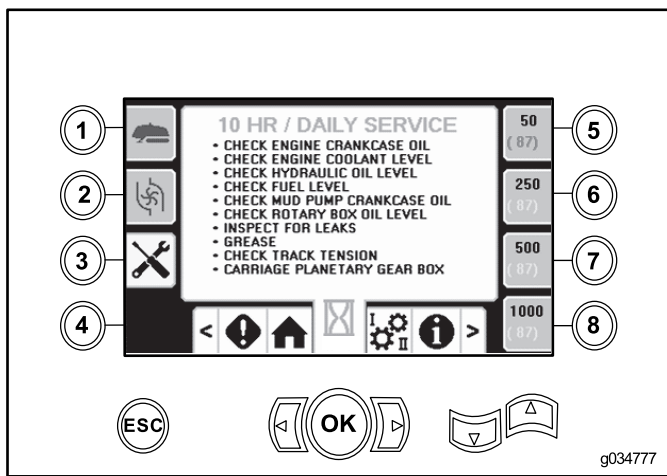

Figura 42
- Botón 3 – Programa de mantenimiento de 10 horas/Diario (Figura 42)